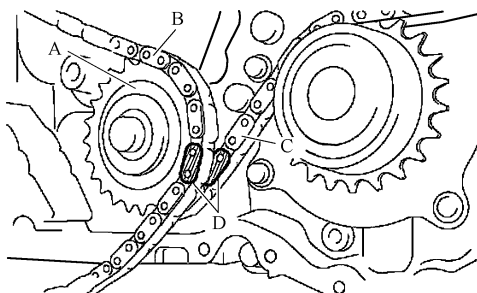

图 27-24 对齐正时链条标记
① 按照图 27-24 所示，对齐惰轮链轮（下部）上的左侧和右侧正时链条标记。